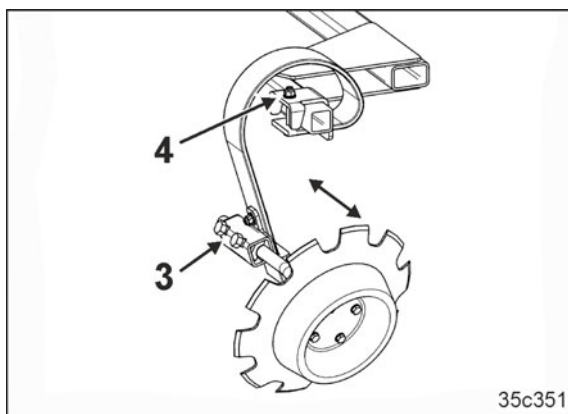
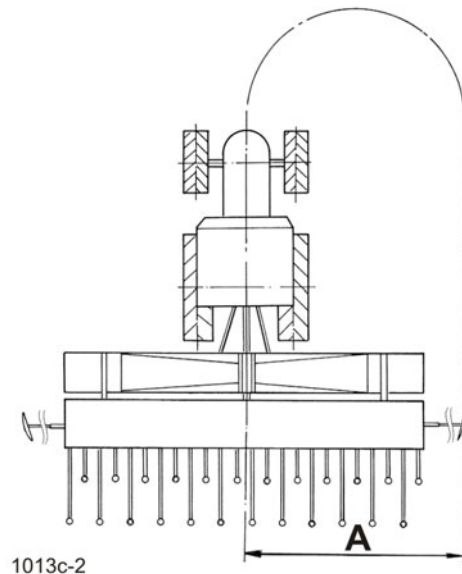

Bild 206
Bild 207
9. Lossa skruvarna (Bild 206/3)
10. Ställ in spårmarkörernas längd genom att skjuta (Bild 206) till avståndet "A" (Bild 207).
11. Dra åt skruvarna (Bild 206/4) ordentligt
13. Lossa skruvarna (Bild 206/4)
14. Ställ in spårmarkörernas längd genom att skjuta (Bild 206) till avståndet "A" (Bild 207).
15. Dra åt skruvarna (Bild 206/4) ordentligt